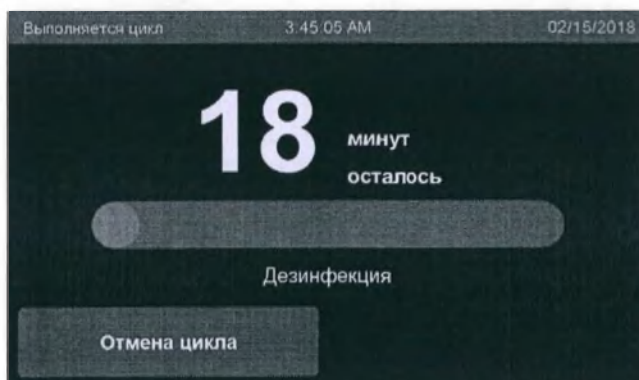

Рис. 57. Экран Cycle in Progress (Выполняется цикл)
1. После запуска цикла отобразится экран Cycle in Progress (Выполняется цикл) (рис. 57).